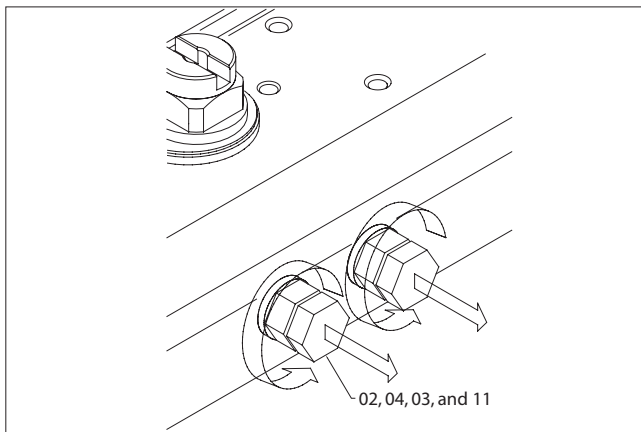

Abb. 4.
- B. Nehmen Sie den Positionsanzeiger (19) vom Schaft ab. Er muss unter Umständen vorsichtig mit einem Schraubendreher abgehoben werden.
2. Entfernen der Anschlagkopfschrauben (02), (Abb. 4):
- A. Schrauben Sie die beiden Anschlagkopfschrauben (02) zusammen mit der Mutter (04) und der Unterlegscheibe (03) ab.